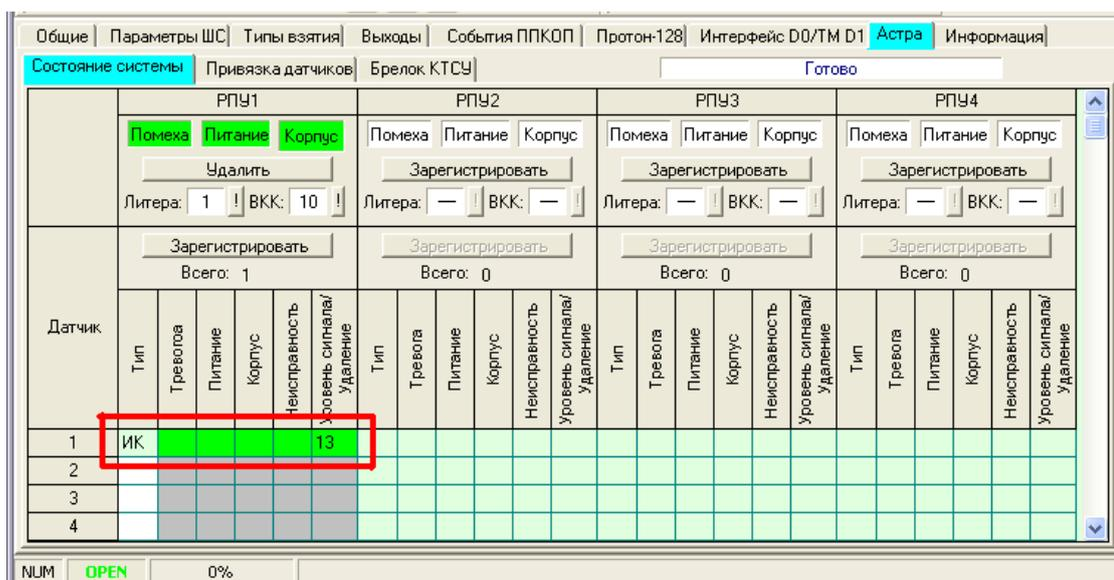

Рисунок 3.14
6) Зарегистрированный датчик появится в списке (рис. 3.14).
- при использовании брелка **Астра КТСУ** для функции тревожной кнопки, необходимо произвести его сопоставление с требуемым номером ШС (рис.3.14 столбец «**ШС**»);
- при использовании брелка **Астра КТСУ** для функции взятия под охрану/ снятия с охраны, необходимо произвести его сопоставление с требуемым номером пользователя (рис.3.14 столбец «**Пользователь**»);